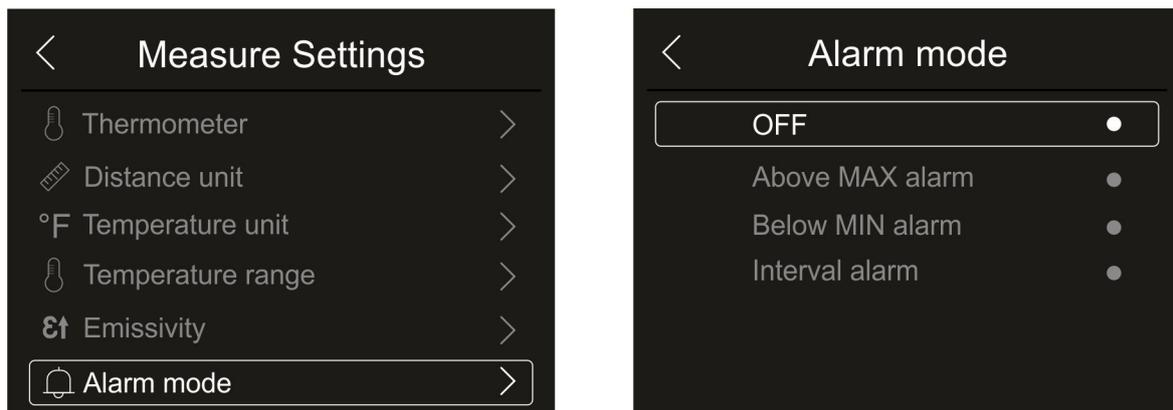

Fig. 28: Menu de ativação de limites de alarme de medição
1. Clique em “Alarm mode” para ativar os limites do alarme acústico na medição de temperatura associada aos objetos inseridos na imagem (cursor, pontos, linhas e áreas) associados à função “Alarme” presente no menu principal (ver §). Fig. 28 - lado direito é exibido: